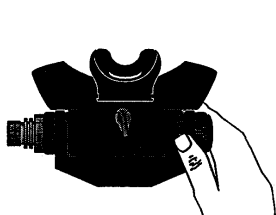

Рис. 1
- Возьмите пальцами за ушко крышки мокрой камеры (22) со стороны, противоположной входу шланга СД, аккуратно стяните крышку (22) сначала с заглушки теплообменника (17), затем с корпуса дыхательного автомата (29). (см. рис. 1 и 2). Для снятия крышки мокрой камеры (22) требуется некоторое усилие. Будьте аккуратны, чтобы не повредить крышку или корпус дыхательного автомата.